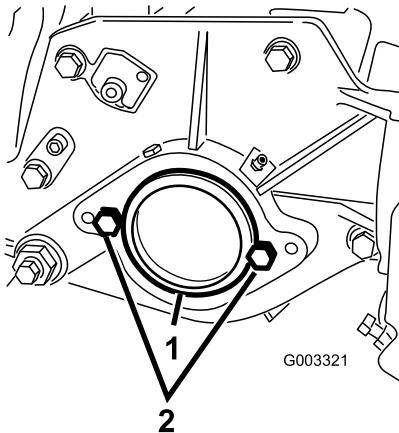

Bild 7
3. Nehmen Sie rechts an der Schneideinheit den Plastikstöpsel vom Lagergehäuse ab (Bild 7).
4. Nehmen Sie die zwei Schrauben von der rechten Seitenplatte ab (Bild 7).
2. Schrauben (2)
6. Schrauben Sie die zwei Befestigungsschrauben für den Spindelmotor lose an der linken Seitenplatte der Schneideinheit fest (Bild 7).